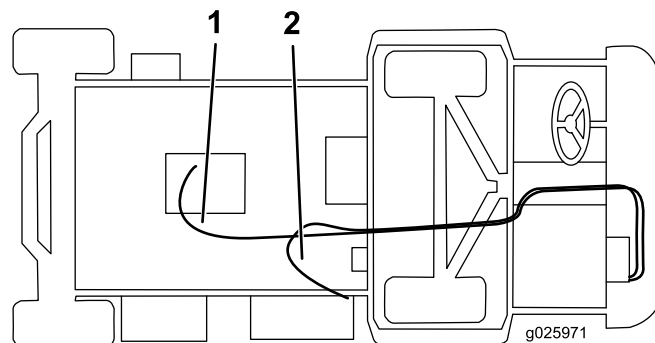

Figure 9
5. Raccordez le long flexible à la vanne de chauffage au moyen d'un collier, puis faites-le passer sous la machine, par dessus l'essieu et branchez-le au raccord droit (Figure 9).
6. Branchez le flexible court au raccord en T blanc à l'aide d'un collier, puis faites-le passer dans le collier en R du support de chauffage et branchez-le au raccord en T au flexible inférieur de radiateur avec un collier de serrage (Figure 9).